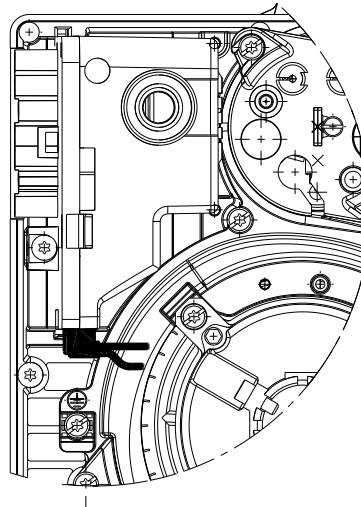

Fig. 23
- Die korrekte Einschaltung der Steckverbinder anhand der Symbole auf der Unterseite der Flammenüberwachungseinrichtung überprüfen: Sich vergewissern, dass die Steckverbinder vollständig eingesteckt sind, indem Sie sie bis zum Anschlag einschieben, jeder in seiner eigenen Position. Alle Steckverbinder müssen mit den Anschlusskabeln zur Innenseite des Brenners gerichtet sein (siehe Fig. 23).